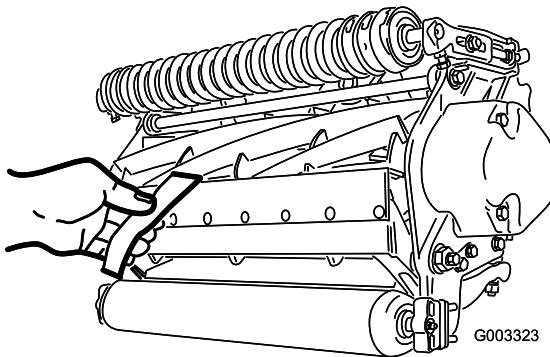

図 12
10. 切れ味確認用のペーパー トロのパート番号 125-5610を一枚、リールと下刃との間に、下刃に対して直角になるように差し入れて、カッティングユニットの切れ味をテストする図 12。ゆっくりとリールを回転させるこれで紙が切れれば合格である。